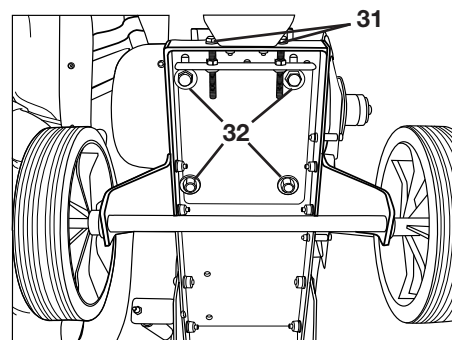

Bild 25
Zum Abnehmen oder zum Spannen des Keilriemens müssen zuerst die vier Befestigungsschrauben (32) (SW 13 bzw. SW 17) vom Motorfuß gelöst (nicht herausdrehen) werden (siehe „Bild 25“).
Wollen Sie den Keilriemen spannen, müssen Sie nun die Spannschrauben (31) (SW 17), die auf der Motorgrundplatte angebracht sind, gegen den Motorfuß drehen (siehe „Bild 25 und 26“). Dazu muss die Kontermutter (SW 17) gelöst werden.
Richten Sie den Motor so aus, dass er parallel zur Außenkante der Motorgrundplatte steht und ziehen Sie die vier Befestigungsschrauben (32) (SW 13 bzw. SW 17) des Motors wieder an (siehe „Bild 25 und 26“).